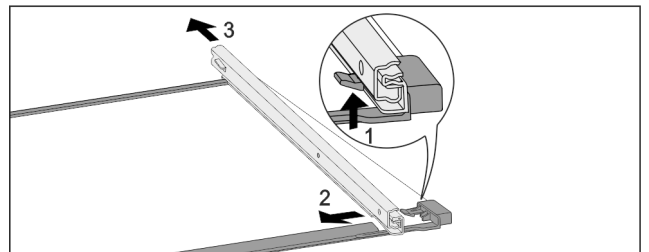

Fig. 133 Płyta szklana z szynami
- ▶ Wcisnąć przedni hak ryglujący do góry. Fig. 133 (1)
- ▶ Wysunąć prowadnicę w bok Fig. 133 (2) i do tyłu Fig. 133 (3).